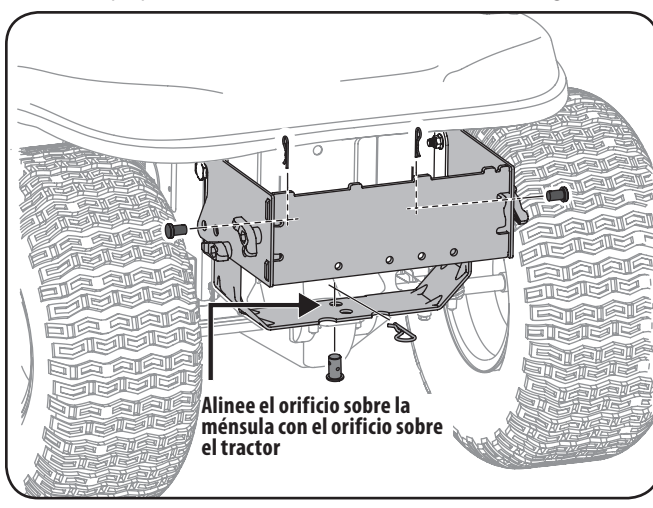

Figura 4-8
2. Instale el pasador de horquilla (711-309A) del paquete de elementos de ferretería 689-00328A en el enganche del tractor y fije con un sujetador de horquilla (714-0117). Consulte la Figura 4-8.
Instale dos pasadores de horquilla por la unidad de montaje y asegure a las ménsulas de montaje de la serie 700 instalados anteriormente con los pasadores de trinquete proporcionados en el paquete de elementos de ferretería. Consulte la Figura 4-8.